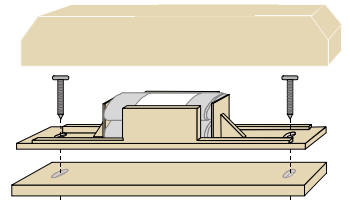

Figura 8 - Ensamblaje del imán
- Fije la base del imán mediante dos tornillos de cabeza remachada (vea la Figura 8).